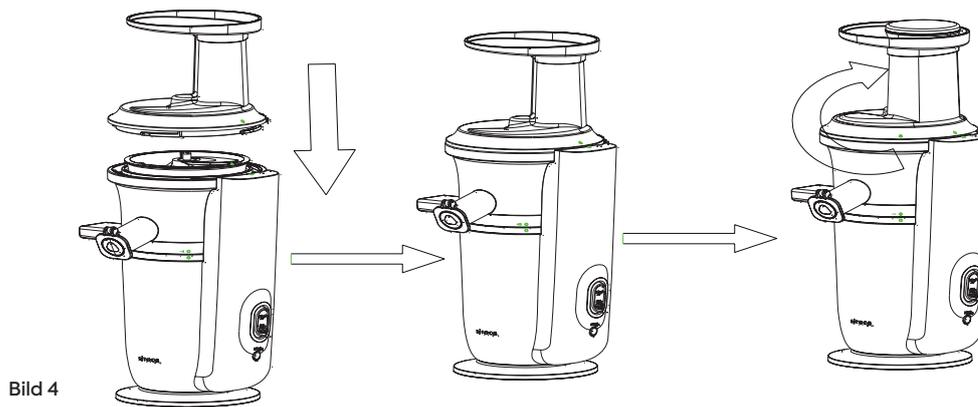

Bild 4
3. Setzen Sie schließlich den Trichter richtig auf den Behälter. Drücken Sie den Trichter zunächst nach unten und sorgen Sie dafür, dass das Symbol "○" auf dem Trichter mit dem Symbol "○" auf der Motoreinheit übereinstimmt, drehen Sie den Trichter dann im Uhrzeigersinn bis das Symbol "●" auf dem Trichter mit dem Symbol "○" auf der Motoreinheit übereinstimmt (Siehe Bild 4). Stellen Sie sicher, dass der Trichter richtig in Position gebracht wurde, damit das Gerät funktioniert.